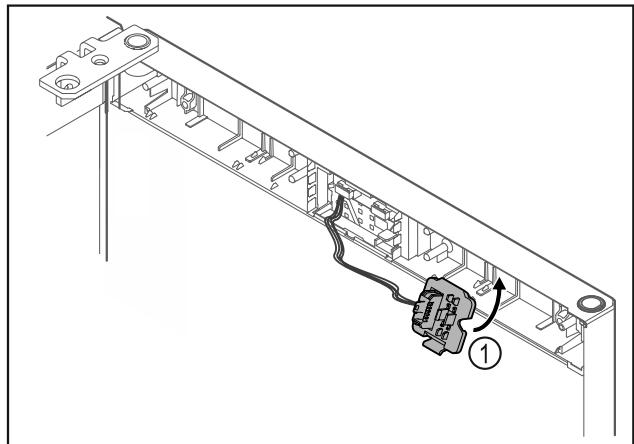

Fig. 23
- Uglavite držač utikača Fig. 23 (1) na suprotnu stranu.